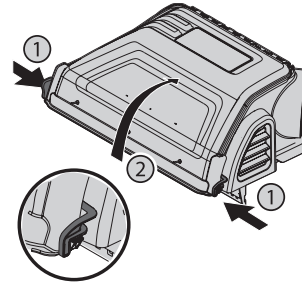

Figure 12
6. Ouvrez le capot en enfonceant les onglets arrière avec votre main (1) l'ouvrir et en soulevant le couvercle de l'autre main au centre à l'arrière du couvercle de l'ensacheuse (2), comme illustré à la Figure 12.